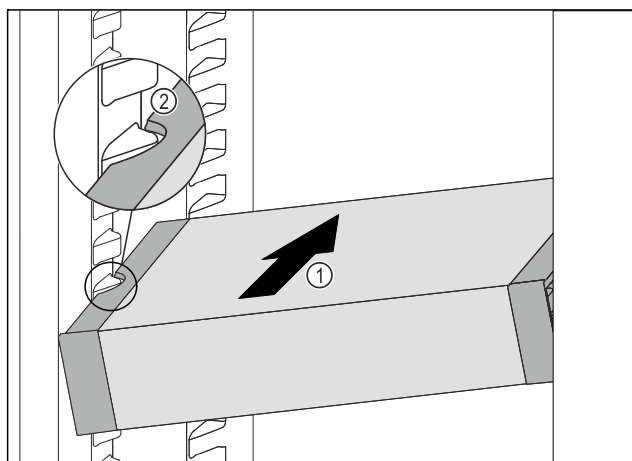

Fig. 205
- Zasuňte VarioSafe do chladničky pod úhlem tak Fig. 205 (1), aby vybrání na bocích Fig. 205 (2) VarioSafe byla na úrovni žebrování na nádoby v chladniče.